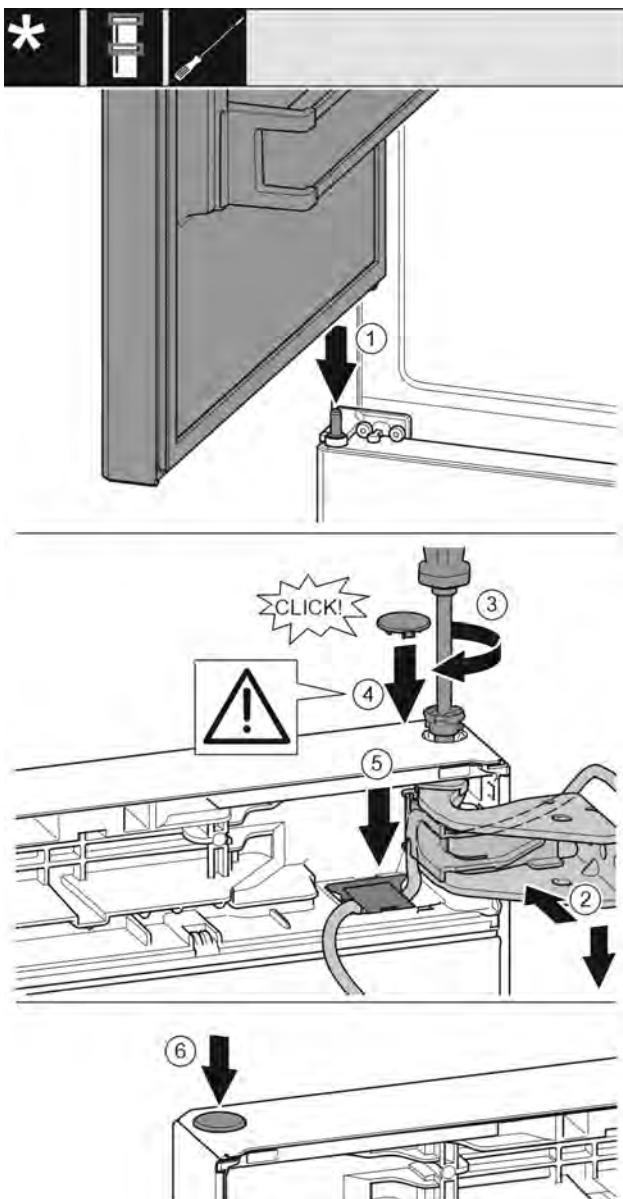

Fig. 30
- Установите верхнюю дверь на средний опорный палец Fig. 30 (1)
- Выровняйте дверь вверху по отверстию в опорном кронштейне. Fig. 30 (2)
- Вставьте палец и затяните отверткой T15. Fig. 30 (3)
- Установите предохранительную крышку для защиты двери: Вставьте предохранительную крышку и проверьте, прилегает ли она к двери. В ином случае вставьте палец полностью. Fig. 30 (4)
- Установите крышку и нажмите вниз до момента фиксации. Fig. 30 (5)
- Вставьте заглушку. Fig. 30 (6)